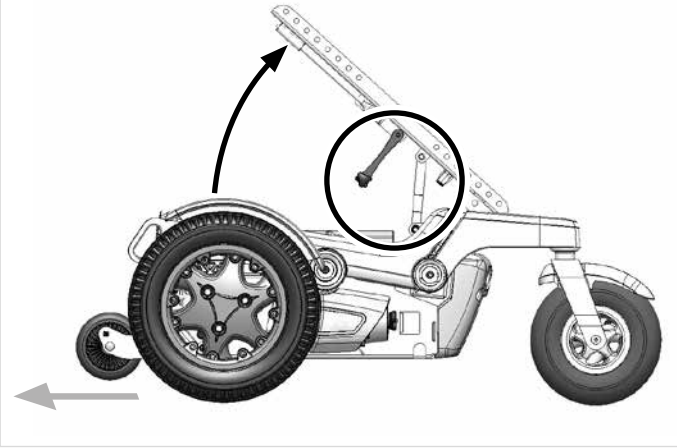

Fig. 6.8
- Prima di lasciarlo andare verificare che la seduta sia stabile e che rimanga in posizione (Fig. 6.7 Anteriore - Fig. 6.8 Posteriore - Fig. 6.9 Ibrida).